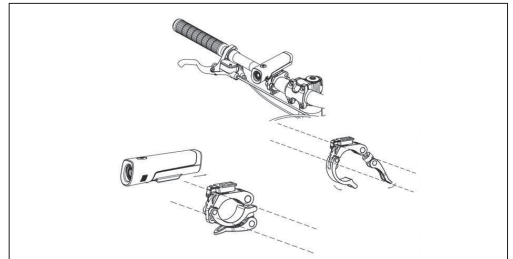

Abbildung 9-1
- Befestigen Sie das Frontlicht am Lenker, wie in [Abbildung 9-1] gezeigt.